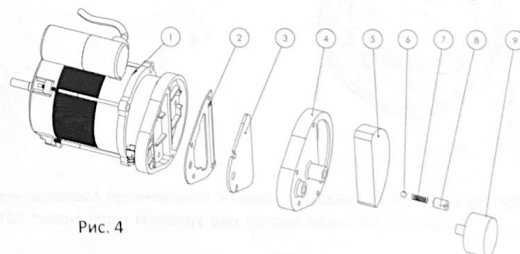

Рис. 4
Очистите воздушные фильтры. Промойте фильтр воздухозаборника (5) используйте легкое моющее средство и тщательно высушите его перед повторной установкой. Заменяйте фильтр подачи воздуха (3) раз в год (рис.4)